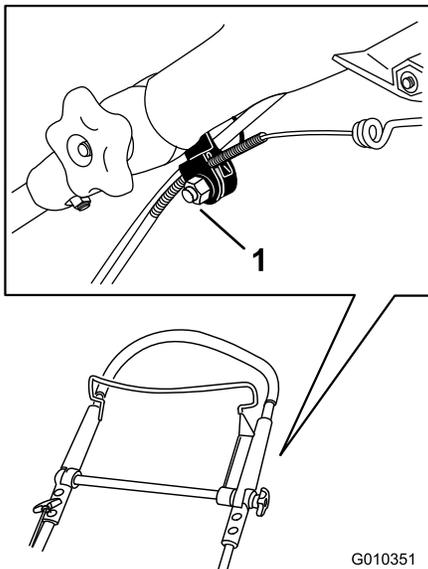

Figura 32
1. Allentate il dado sul serrafilo per cavi (Figura 32).